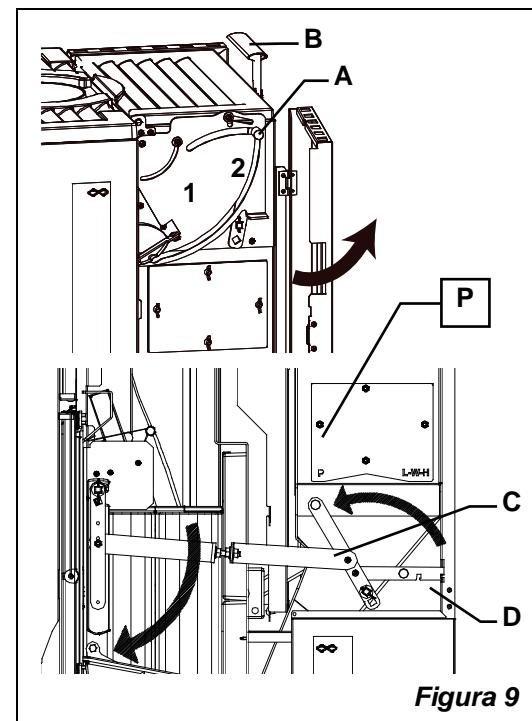

Figura 9
- il bruciatore (B) deve essere completamente libero e pulito (vedi capitolo 14.5)
- 1) Aprire lo sportello laterale di accesso agli organi meccanici (L Figura 9); se la leva (C) è già nella posizione **P** (PELLET) andare al punto 3;
- 2) Sbloccare la leva (C) (Figura 9) alzando il chiavistello (D), spingerla verso la parte **anteriore** della stufa nella posizione contrassegnata con la lettera P (PELLET) e bloccarla con il chiavistello (D), griglia (G) in ghisa verticale;